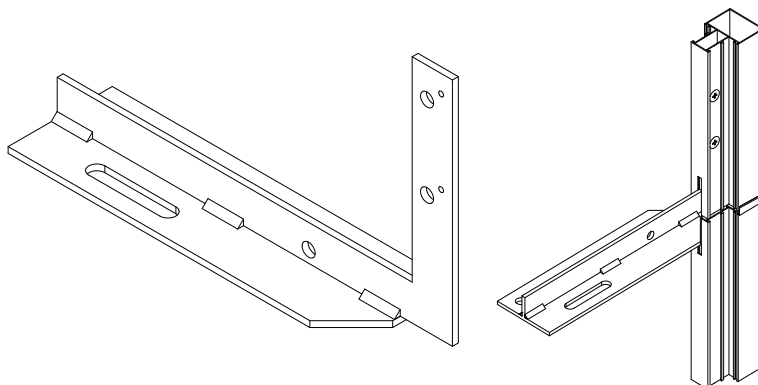

Рис. 16.29
- кронштейн АУРС.100.1750 позволяет установить блоки каркаса витража с минимальным откосом (5...10 мм) от плит перекрытия, диапазон регулировки по откосу — 5...120 мм. Место крепления стойки к кронштейну вынесено из зоны плиты перекрытия, что совместно с применением кондуктора обеспечивает удобство сверления отверстий под крепежные элементы на монтаже. Кронштейн универсален, используется для крепления к межэтажным, к верхней и нижней плитам перекрытия (рис. 16.29);